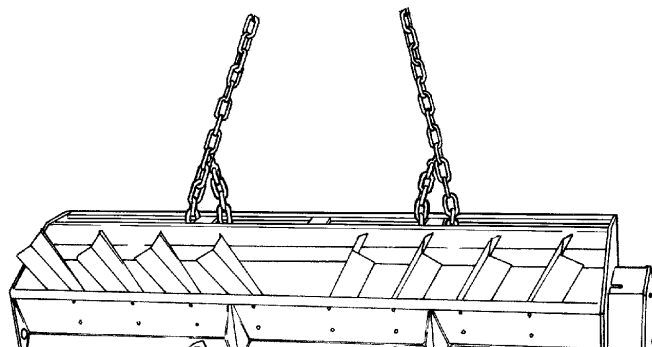

Fig. 3-1 *Trinciatrice RMU 2550 - 280 - 2900 - 2900 S - 3200*
- Se la trinciatrice si presenta in posizione verticale passare le catene sotto i collegamenti del trave posteriore (Fig. 3-1).
- If the shredder is in a vertical position, pass the chains under the rear beam connections (Fig. 3-1).